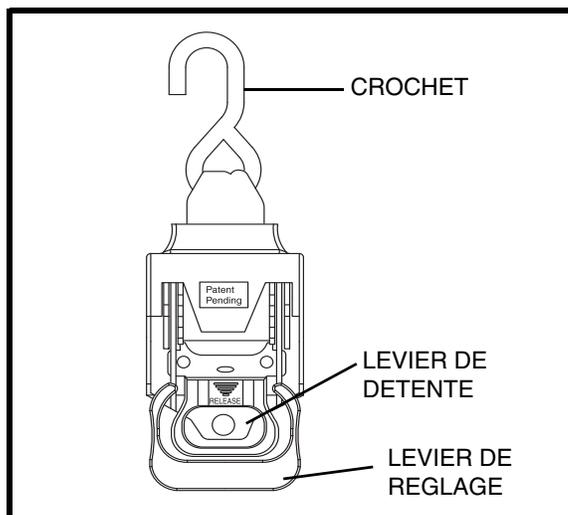

Figure 12. Courroie d'ancrage rétractable
3. Ancrez votre appareil de mobilité à la plateforme à l'aide d'attaches à rochet rétractable (**Voir la figure 12**) pour fauteuil motorisé ou avec le bras de blocage automatique pour scooters.
- Comprimez les leviers de détente et réglage sur l'attache à rochet rétractable et amener simultanément les deux leviers vers l'avant à la position 90-degrés pour faire "cliquer" en place. **Voir les figures 12 et 13.** Ceci déverrouillera les courroies d'ancrage.
- Lorsque chaque courroie est bien fixée en position adéquate. Comprimez les leviers de détente et de réglage sur l'attache à rochet rétractable et amenez simultanément les deux leviers vers l'arrière à la position d'origine. **Voir les figures 12 et 15.** Ceci verrouillera la courroie d'ancrage.